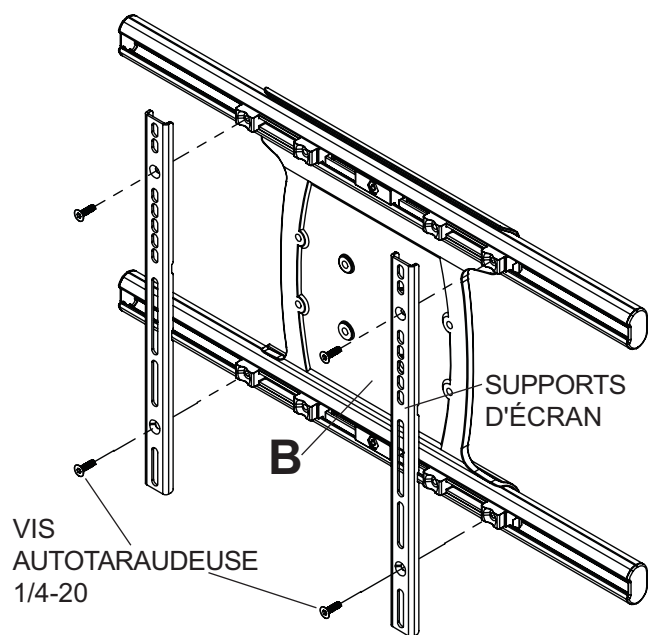

fig. 3.1
**3** À l'aide d'une clé hexagonale de 5 mm (I), retirez les quatre vis autotaraudeuse 1/4-20 pour détacher les supports d'écran du support adaptateur universel (B) comme illustré à la figure 3.1.